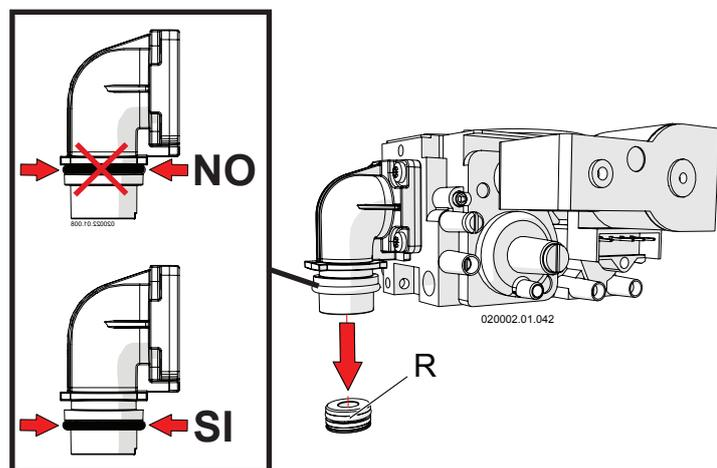

Figura 6-4 - Sostituzione ugello gas
10. - Sostituire l'ugello del gas "R" (vedi Figura 6-4) con quello opportuno secondo quanto riportato in Figura 6-6 alla voce "Diametro ugello gas";